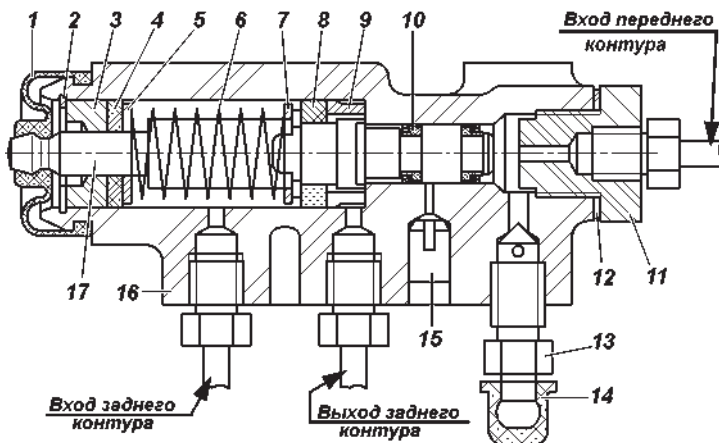
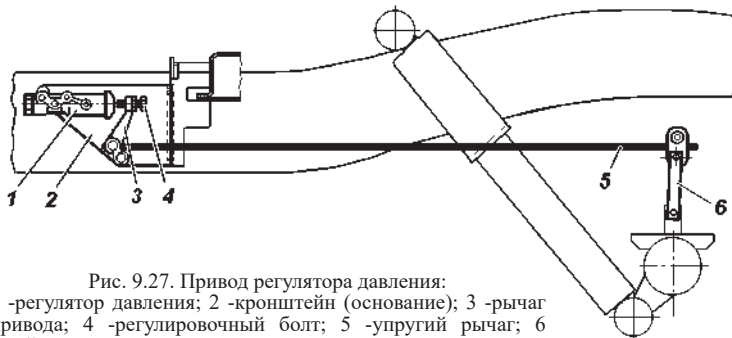

Рис. 9.26. Регулятор давления:
Рис. 9.27. Привод регулятора давления:
Регулятор давления (рис. 9.26). На автомобилях, не оснащенных антиблокировочной системой тормозов, устанавливается механический регулятор давления, действующий на задние тормоза, который обеспечивает оптимальное распределение тормозных сил по осям автомобиля и не допускает опережающую блокировку задних колес. При обслуживании проверяйте работоспособность регулятора давления. Очищайте регулятор от грязи и проверяйте надежность его крепления. Внешним осмотром убедитесь, что регулятор и детали его привода не имеют повреждений, отсутствуют подтекания тормозной жидкости и люфты в соединении стойки с упругим рычагом и кронштейном на заднем мосту.
В процессе эксплуатации и при замене задних рессор необходимо регулировать усилие упругого рычага 5 (рис. 9.27) на поршень регулятора. Регулировку производить в следующей последовательности:
3. Завернуть болт 4 (рис. 9.27) до соприкосновения его с хвостовиком поршня 17 (рис. 9.26) регулятора, повернув регулировочный болт на $1...1\frac{1}{3}$ оборот (6-8 граней головки болта).
5. Проверить правильность регулировки при движении автомобиля. Для этого, двигаясь по прямому горизонтальному участку дороги с сухим асфальтовым покрытием, затормозить автомобиль до блокировки колес. При исправном регуляторе и правильно выполненной регулировке привода должно быть некоторое опережение блокировки передних колес относительно задних. В случае опережающей блокировки задних колес дополнительно отвернуть болт 4 (рис. 9.27) на 1-2 грани головки болта и повторить проверку при движении автомобиля.